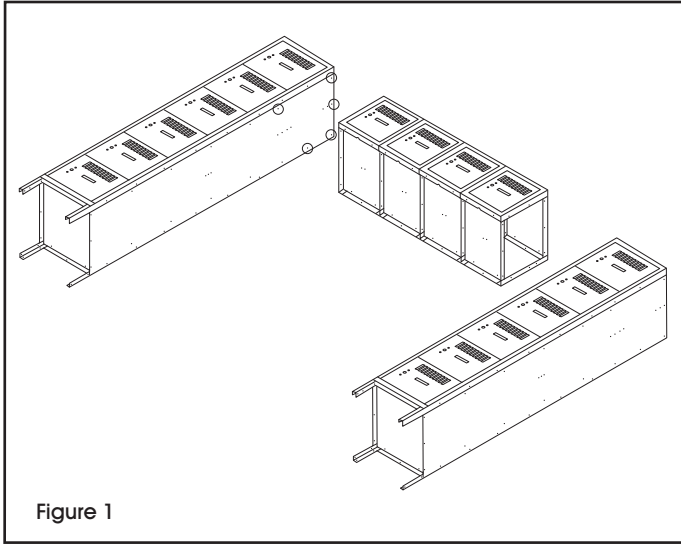

Figure 1
1. Bolt the horizontal frame to the two vertical frames as shown in Figure 1 (use 5 bolts and nuts per side). Do not use the center bottom hole on either side; these will be used for attaching the coat rod. (See Figure 1)
1. Boulonnez le cadre horizontal aux deux cadres verticaux, comme illustré à la figure 1 (utilisez 5 boulons et écrous par côté). N'utilisez pas le trou du bas au centre sur un des côtés; il sera utilisé pour fixer la tige à manteau. (Voir Figure 1)